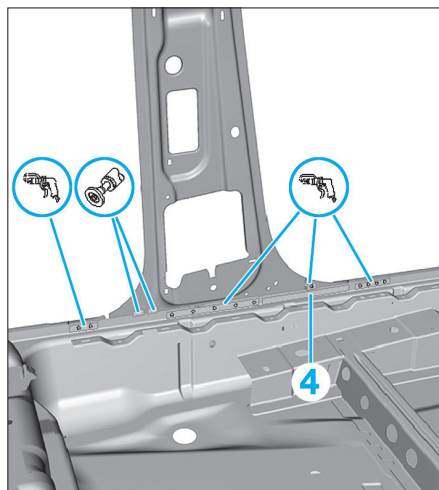

FIG. 48
- Dépointer le renfort (Fig.48).